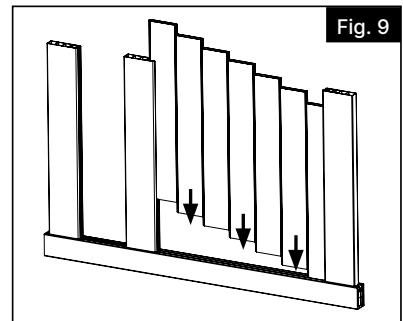

Fig. 9
- e. Instale los tablones de relleno, como se muestra. Los extremos del relleno encajarán dentro del canal del montante (Fig. 9).